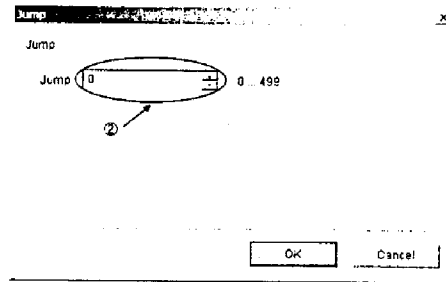

図 9-5 ジャンプ
- ② <Jump>ダイアログが開きます。(「図 9-5 ジャンプ」を参照)